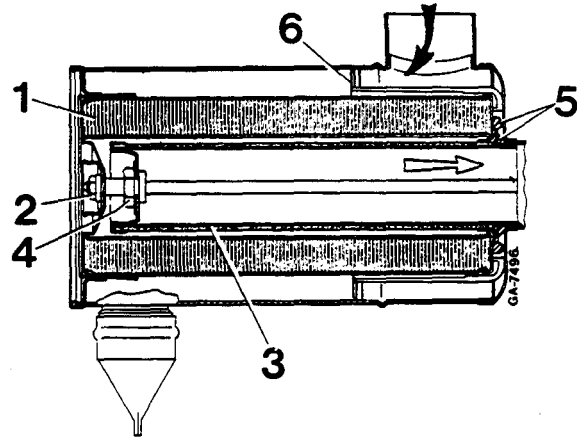

Figure 65
Il faut effectuer l'entretien de l'élément principal du filtre (1, Fig. 65), quand la lampe-témoin (G), Fig. 6 s'allume.
REPLACEMENT DE L'ELEMENT DE SECURITE (3) Fig. 65
ELEMENT PRINCIPAL (1) Fig. 65
- 2 - Déposez l'écrou (2) Fig. 65
- 3 - Déposez l'élément principal (1). Prenez soin de ne pas faire tomber de saletés sur l'élément (3).
- 4 - Vérifiez le bon état du joint (5) situé à l'extrémité de l'élément. S'il manque ou s'il est détérioré, changez l'élément. Vérifiez également le joint de l'écrou (2) et changez-le si nécessaire.
1 - Engagez l'extrémité ouverte de l'élément neuf (1) dans le corps de filtre par dessus l'élément (3). Fixez-le au moyen de l'écrou (2) Fig. 65.
ELEMENT DE SECURITE DU FILTRE (3) Fig. 65